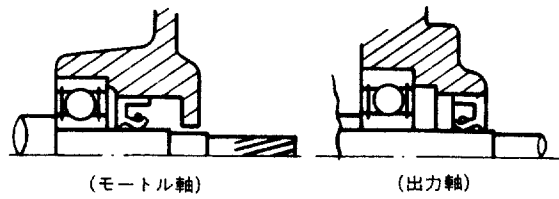

図8 オイルシール組込方向
- (2) オイルシール組込方向は、図8の方向としてください。組込方向を逆にしますと油もれ防止の機能を果しませんから、ご注意ください。